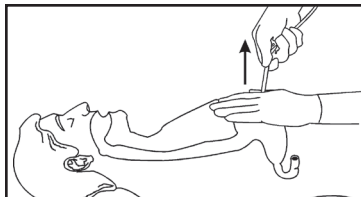

Figure 14
- En utilisant la traction et la contre-traction, la sonde de GEP peut être retirée en saisissant la sonde à proximité du niveau de la peau et en plaçant l'autre main autour du site de stomie puis en tirant la sonde de GEP vers le haut (figure 14).